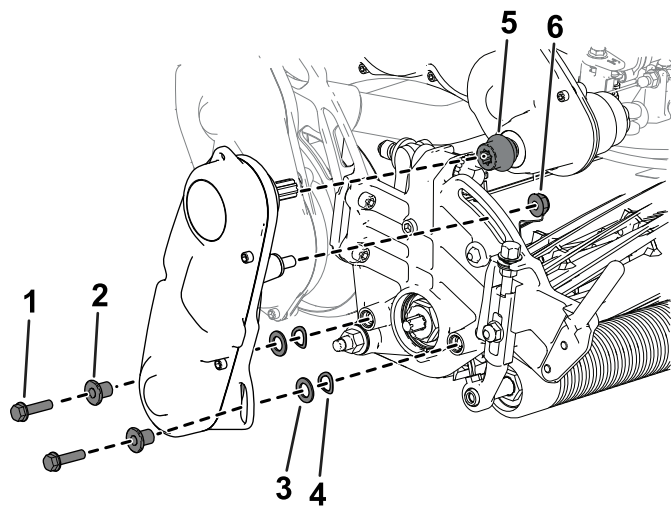

Figura 45
6. Utilizzate le viti a esagono incassato, le rondelle e i distanziali rimossi in precedenza per fissare il gruppo di trasmissione del cilindro alla piastra laterale dell'apparato di taglio (Figura 45).
Assicuratevi che l'albero del gruppo di trasmissione del cilindro sia montato all'accoppiatore dell'albero di trasmissione (Figura 45).